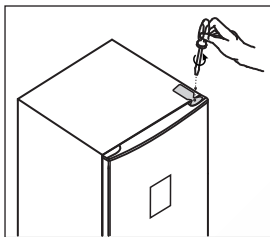
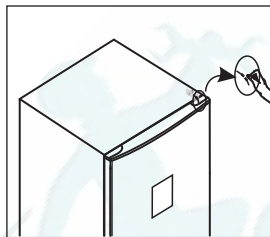

Рисунок 1.
Рисунок 2.
- Полностью откройте крышку (Рисунок 1)
- Потяните контейнер на себя (Рисунок 2)
**1** - Открутите винт, фиксирующий крышку верхнего шарнира и снимите ее (Рис. 1). Отсоедините разъем группы проводов двери (Рис. 2). Открутите винты, крепящие провод заземления и верхний шарнир. Извлеките провода из шпильки верхнего шарнира и снимите шарнир.